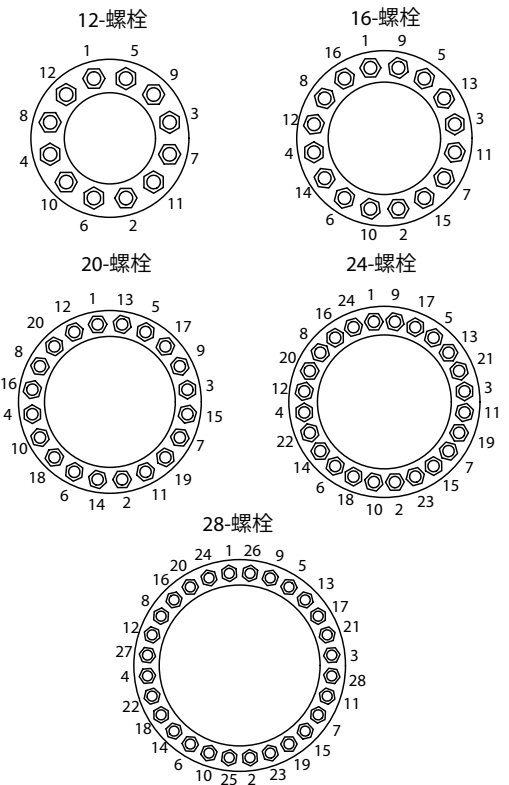

图 4
44. 使用压机压紧球阀，拧紧螺母 (#11)。从表 C 中选择压力值，从表 A 中选择扭矩值。（如图 4 所示），以交叉模式拧紧时，至少需要循环三次，确保扭矩恰当而均匀。